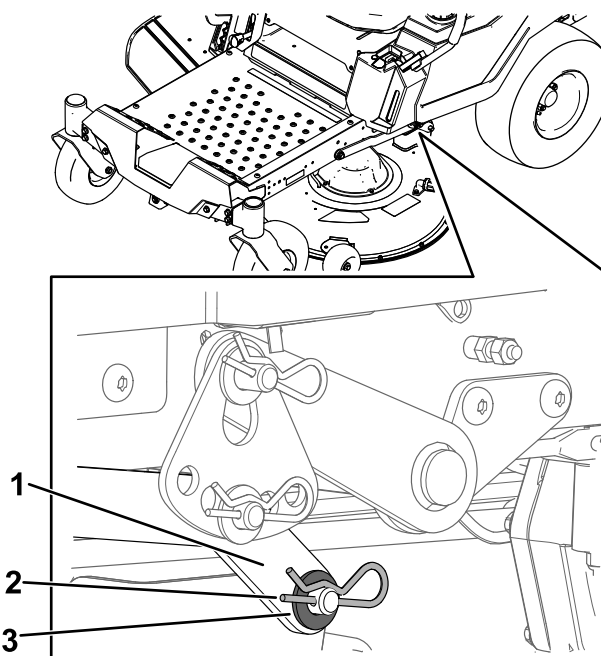

Figura 75
7. Num lado da máquina, remova a anilha e o perno de gancho do pino da plataforma (Figura 75).
8. Remova o braço de elevação do pino da plataforma (Figura 75).
5. Num lado da máquina, eleve a traseira da plataforma do cortador e eleve o braço de elevação para o pino da plataforma (Figura 75).
6. Instale o braço de elevação utilizando a anilha e o perno de gancho (Figura 75).